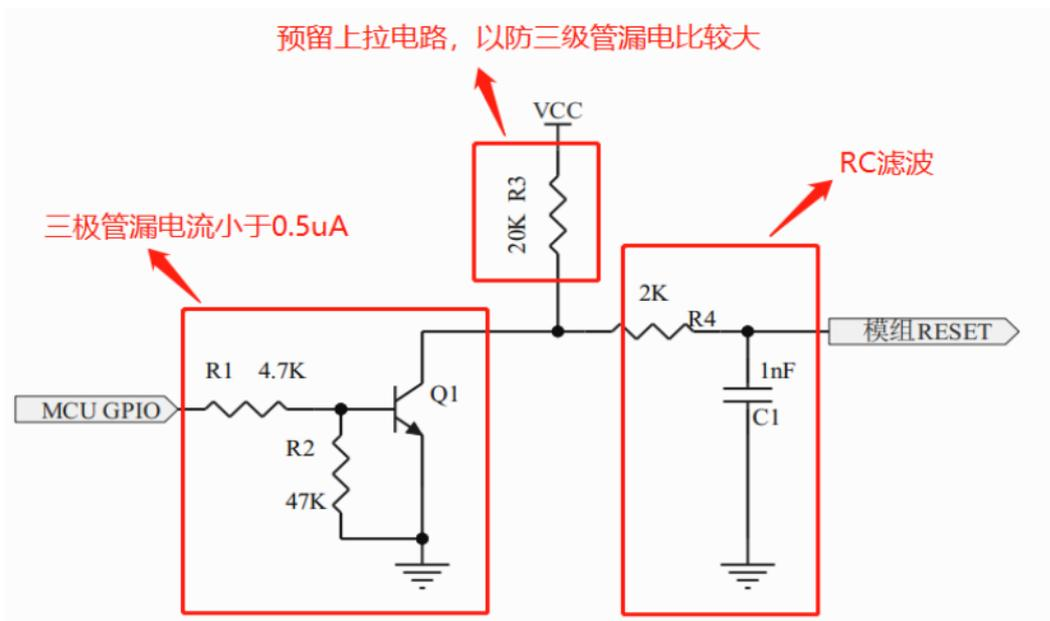

图 12 RESET 脚参考电路
2) 如果外部 MCU GPIO 与模组的 RESET 通过三极管连接 (如图 12 所示), 要求三极管截止态的漏电电流要小于 0.5 μ A。原因是 RESET 脚内部上拉电阻非常弱, 漏电大了可能将 RESET 脚拉到 1.2V 以下。NB 芯片能正常工作其 RESET 脚高电平是要保证在 1.2V 以上才行。
① 用 MOS 管代替三极管, 大多数 MOS 漏电流较小。
② 电路上预留上拉电路 (如图 12 所示), VCC 的电压范围在 1.8V-3.6V 且要常开, 不要用 NB 模组出来的电。